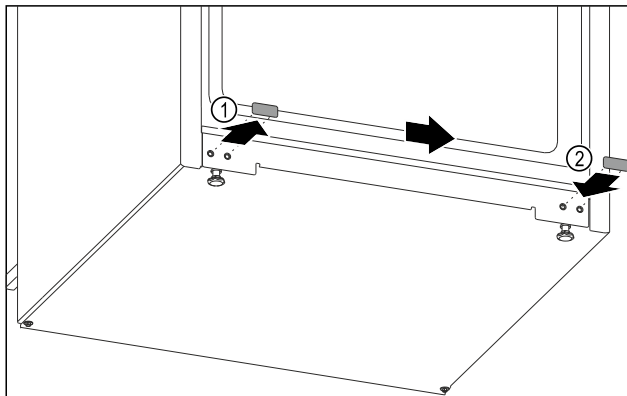

Fig. 12
- ▶ Abdeckstopfen herausziehen. Fig. 12 (1)
- ▶ Abdeckstopfen auf der Gegenseite einsetzen. Fig. 12 (2)